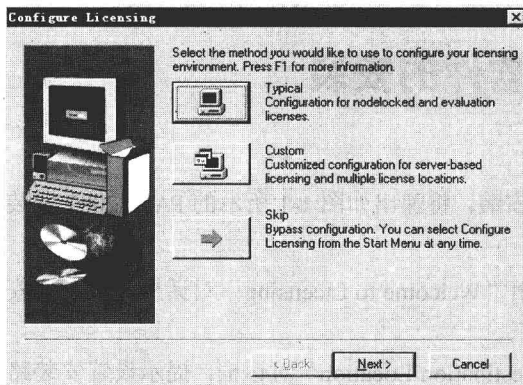

图 1-5 “Configure Licensing” 对话框
⑤ 安装完成后, 会弹出 “Configure Licensing” 对话框, 提示选择 License 文件配置的方式, 如图 1-5 所示。